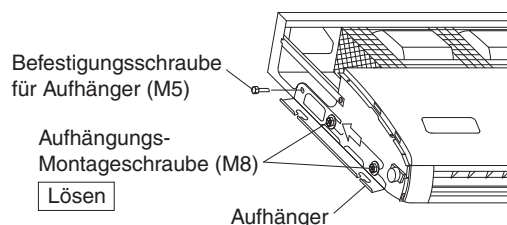

Abb. 8
- Entfernen Sie die Befestigungsschraube für die Aufhängung an der Rückseite (M5) und ziehen Sie die Aufhängung Entfernen nach hinten (in Pfeilrichtung). **(Siehe Abb. 8)**